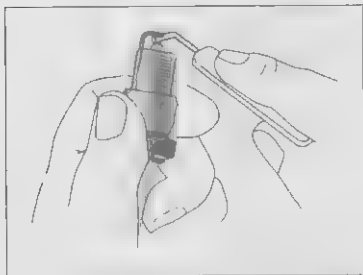

Рис. 12.12. Регулировка зазора с помощью калибровочного щупа
2. Возьмите калибровочный щуп, выберите подходящий по размеру щуп и введите его между электродами (рис. 12.12).